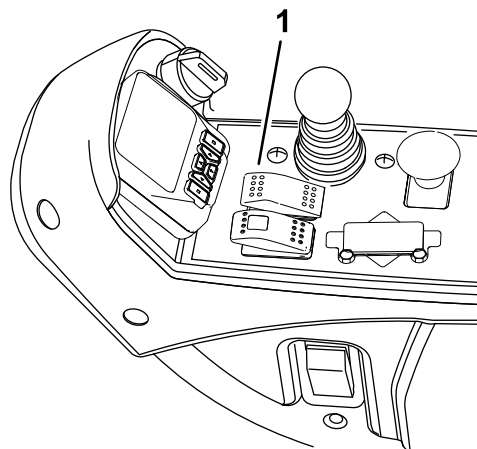
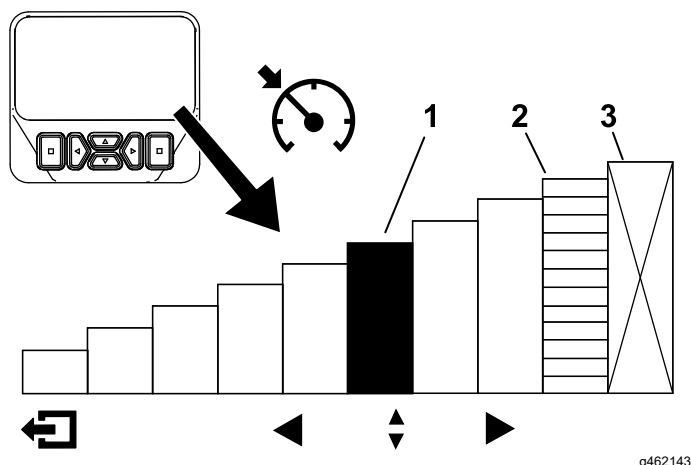

Figura 30
Figura 31
Depois de o interruptor de controlo de cruzeiro ser ativado e a velocidade ser definida na consola (Figura 30), utilize o InfoCenter para ajustar a definição de velocidade do controlo de cruzeiro (Figura 30 e Figura 31).
1. Ative o interruptor do controlo de cruzeiro na consola (Figura 30).
2. Utilize o ecrã InfoCenter para ajustar a definição de velocidade do controlo de cruzeiro (Figura 31).